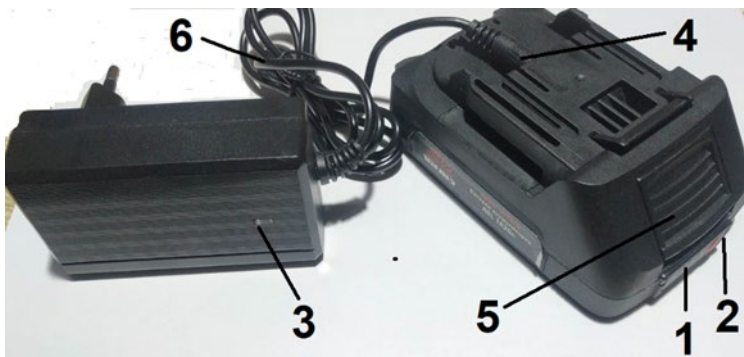

Рисунок 8. Схема заряджання АКБ.
5.1.3.1 Перевірка рівня зарядження акумуляторної батареї (рис. 8).
1. Натиснути та утримувати кнопку акумулятора (2, рис. 8), що розташовується на верхній панелі акумулятора.
2. Під час утримання кнопки залежно від стану заряду батареї почнуть світитися відповідні індикатори (1, рис. 8).
4. Контролювати ступінь зарядження акумулятора за кольором індикаторів (3, рис. 8).